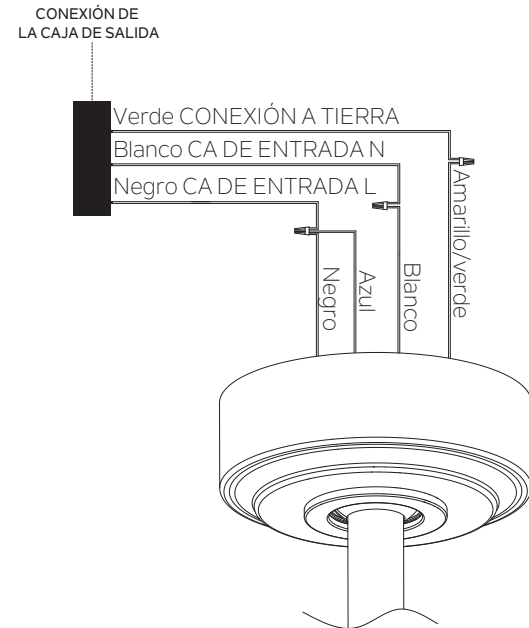

Figura 13
Paso 1. Conecte el cable de suministro del ventilador (negro) y el cable de suministro de luz (azul) al cable de suministro (negro) de la casa como se muestra en la **Figura 13**.